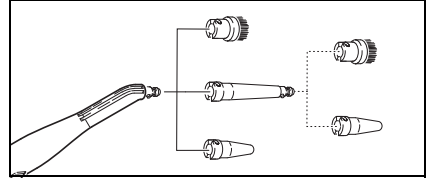

Abb. 8
- Die Punktstrahl­düse (D1) kann auch mit der Ver­längerung (D2), der Rundbürste (D3) oder der Powerdüse (D4) verwendet werden (siehe Abb. 8).